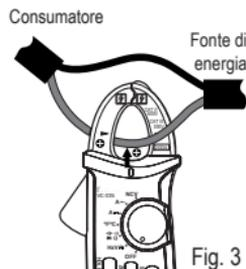

Fig. 3
- Eseguire un azzeramento senza conduttore e con la pinza amperometrica chiusa. Per fare questo, premere brevemente il tasto **ZERO** (9). Un segnale acustico e l'indicazione **< ZERO >** (D) sul display LCD confermano l'azzeramento. Ogni breve pressione del tasto **ZERO** causa un nuovo azzeramento. Per disattivare questa funzione, tenere premuto il tasto **ZERO** per circa 2 secondi. Il simbolo **< ZERO >** scompare. Si ritorna alla modalità di misura normale senza azzeramento.
- Durante la misura della corrente continua prestare attenzione alla corretta polarità della pinza amperometrica. I simboli di polarità \oplus / \ominus sono indicati nella parte anteriore e posteriore della pinza. Se il collegamento è corretto, condurre il cavo dalla fonte di alimentazione (+) dal lato anteriore attraverso la pinza al dispositivo (Fig. 3).
- Premere la leva di apertura della pinza (11) per aprire la pinza amperometrica. Afferrare il singolo conduttore da misurare e richiudere la pinza. Posizionare il conduttore centralmente tra i due simboli triangolari di posizione sulla pinza.